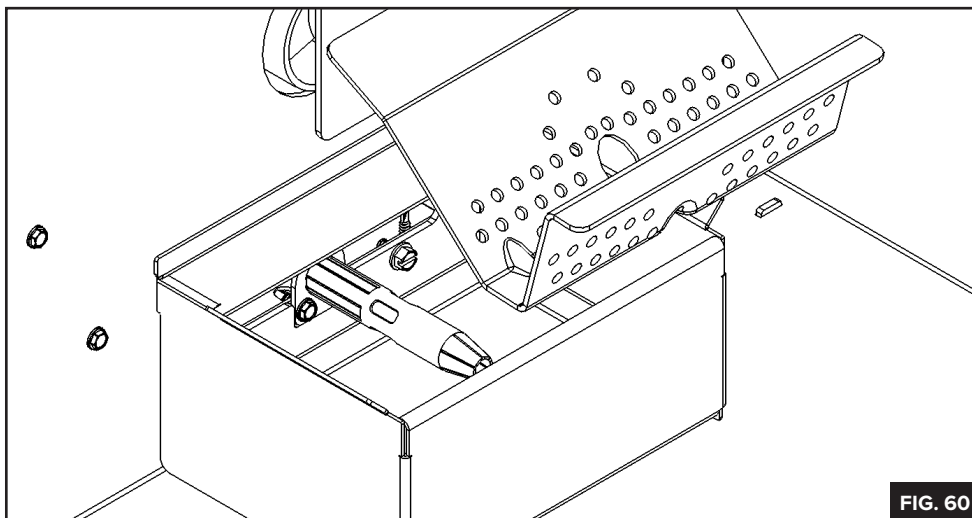

FIG. 60
3. Positionnez la plaque de combustion dans la chambre de combustion et vérifiez l'espace entre la paroi arrière et la plaque pour assurer un bon ajustement. Si un espace est détecté, répétez les étapes 1 et 2 (**FIG. 60**).